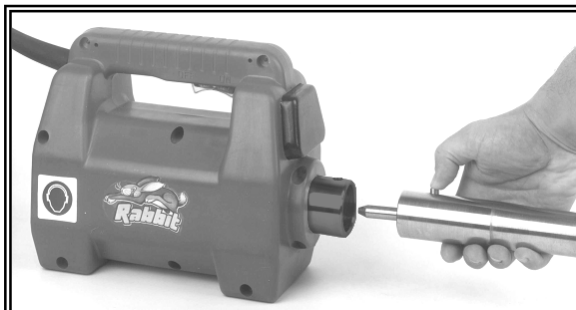

Fig.: 1.7-1
**Montage Transmission:** Pour accoupler la transmission flexible au moteur, on appuiera à fond sur le bouton de blocage, ensuite on introduira l'accouplement de la transmission à l'accouplement du moteur, en faisant coïncider les deux phases du terminal câble à celles de la frette d'accouplement du moteur on introduira doucement jusqu'à ce que le bouton de blocage coïncide à l'emplacement de sécurité du moteur. **NE PAS FORCER** en cas de résistance, faire tourner légèrement le moteur pour faciliter l'introduction et l'accouplement parfait. (Voir figure 1.7-1).